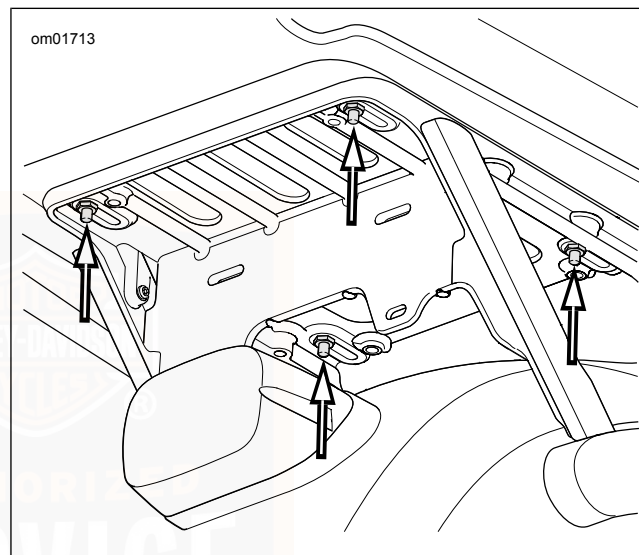

Abbildung 59. Einstellen der Tour-Pak-Position
1. Siehe Abbildung 59. Die vier Muttern lösen, mit denen der Tour-Pak am Träger befestigt ist.